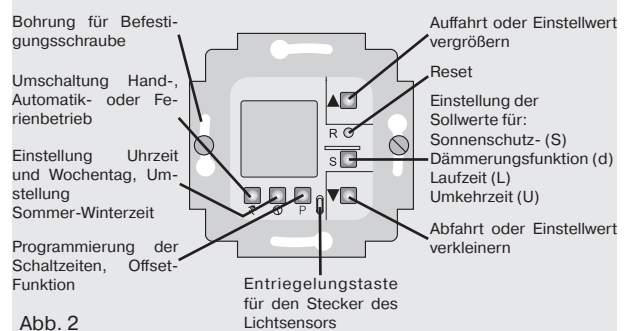

Abb. 2
- Befestigen Sie die Uhr mit den beiden mitgelieferten Schrauben in den Bohrungen der Unterputzdose (Abb.2).
Sollte nach Netzausfall (5 Std.) oder bei Erstinstallation innerhalb von 10 Sekunden Wartezeit keine Anzeige im Display erscheinen, betätigen Sie die in Abb. 2 dargestellte Taste „Reset“. Jetzt erscheint blinkend die Anzeige 12:00 im Display.